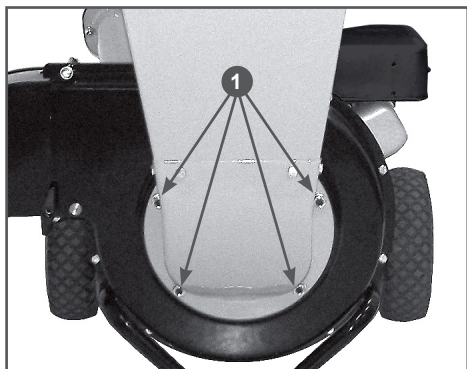

Рис. 25 Снятие воронки дробилки
- Открутите четыре гайки 1 крепления воронки дробилки и снимите воронку (Рис. 25).